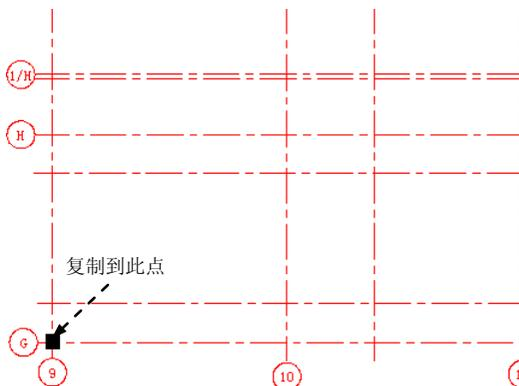

图 17.12.11 复制 1
Step3. 选择下拉菜单   命令，选取 Step1 与 Step2 中创建的特征为要复制的元素，选取矩形区域中的任意一点为基点，将其复制到图 17.12.11 所示的点处。